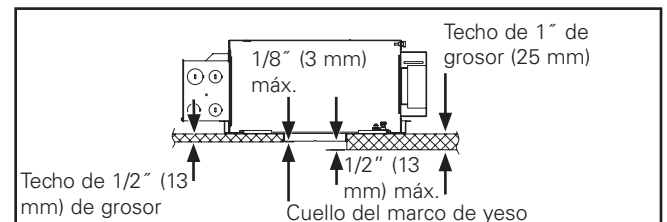

Figura 3.
- Para garantizar un rendimiento adecuado, la plataforma del alojamiento debe colocarse con el borde del cuello del marco de yeso a ras dentro de 1/2" (13 mm) de la parte inferior del techo acabado. La plataforma del alojamiento está diseñada para techos de 1/2" a 1" (13 mm a 25 mm) de grosor, por medio del cuello del marco de yeso estándar (Figura 3.).